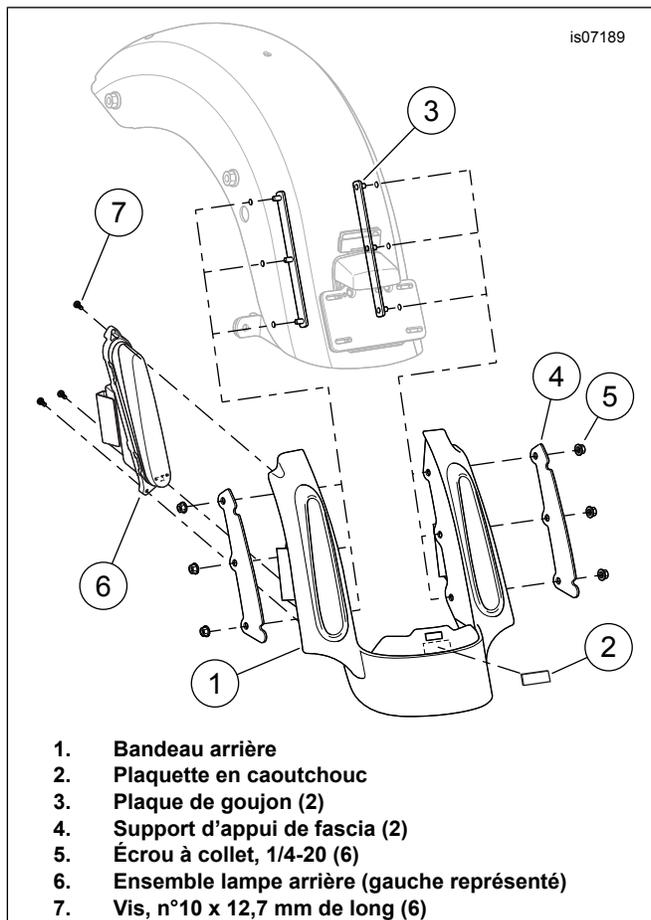

Figure 4. Installation du fascia arrière
4. Voir la figure 4. Retirer le film du dos adhésif du patin en caoutchouc de 44,5 x 19 x 1,6 mm (2).
5. Positionner le patin au centre du fascia (1), juste en dessous de la fente comme indiqué, et appuyer fermement en place.
8. Insérer trois goujons d'une plaque à goujons (3), depuis le dessous du garde-boue, à travers les trous de garde-boue et le fascia d'un côté.
10. Installer sans les serrer trois écrous à collet (5) sur les filetages des goujons.